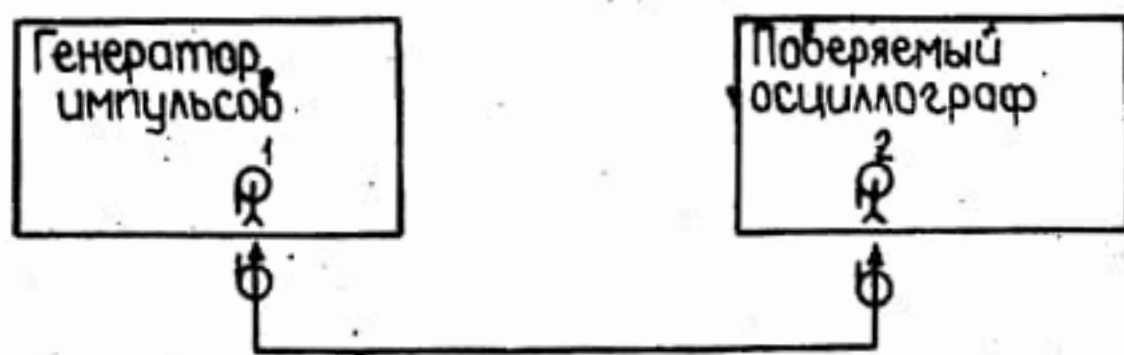

Рис. 17.
14.3.3.1. а) Ширину линии луча в вертикальном направлении определяют методом косвенного измерения при помощи генератора импульсов Г5-53 (рис. 17).